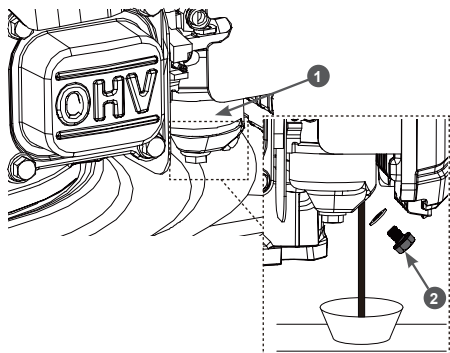

Рис. 24. Слив топлива из карбюратора
2. Открутите болт 2 сливного отверстия и слейте топливо из поплавковой камеры карбюратора (Рис. 24).